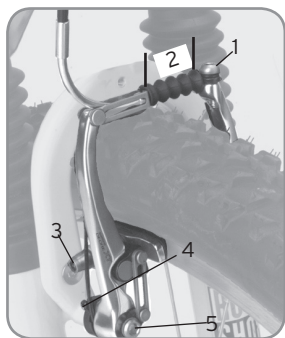
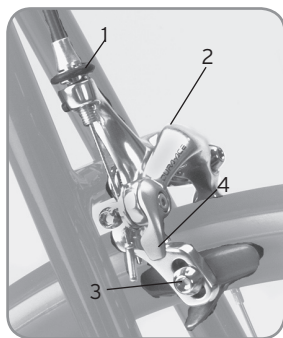
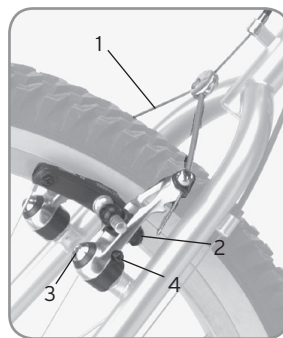

Figure 28. Frein à tirage direct
Figure 29. Frein à étriers
Figure 30. Frein cantilever
Certains freins à tirage direct contiennent un modulateur ou un « modulateur de puissance ». Ce dispositif inclut un petit ressort dans le tube (Figure 28) qui change la manière dont le frein fonctionne lors du contact initial entre les patins de frein et la jante. Lorsque vous actionnez le levier du frein, vous devez déplacer le levier pour compresser le ressort avant de pouvoir appliquer la puissance de freinage complète à la jante. Ceci modifie la sensation de freinage et rend l'ajustement un peu plus sensible : en cas de problème, faites régler le système de freinage par votre revendeur.
Sur la plupart des systèmes à tirage direct (figure 28) et cantilever (figure 30), le cylindre de réglage se trouve sur le levier. Sur la plupart des systèmes à étriers pour route (figure 29), le cylindre de réglage se trouve sur le frein.
1. Tournez la vis de centrage (figures 28 et 30) par petits incréments.